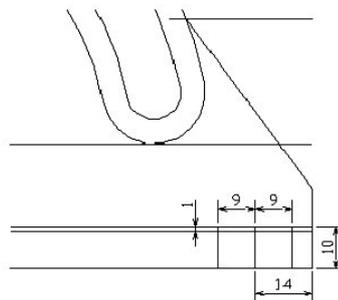

Figura 8 - Utilização do comando *OFFSET* para fazer o furo da base.
35. Entre no comando *OFFSET*. Forneça a distância 14 (eixo do furo) e selecione a linha que constitui o lado direito da peça. Em seguida, clique com o botão esquerdo do mouse em qualquer região da área de trabalho do lado esquerdo da linha selecionada. Saia do comando *OFFSET* (figura 8).
36. Entre no comando *OFFSET* (ou pressione a barra de espaços). Forneça a distância 9 (raio do furo – parte superior da base) e selecione a linha que foi desenhada no passo anterior. Em seguida, clique com o botão esquerdo do mouse em qualquer região da área de trabalho do lado esquerdo da linha selecionada. Depois, selecione novamente a linha desenhada no passo anterior e clique agora, com o botão esquerdo do mouse, em qualquer região da área de trabalho do lado direito da linha selecionada. Saia do comando *OFFSET* (figura 8).
37. Entre no comando *OFFSET* novamente, forneça a distância igual a 1 (um) e selecione a linha que constitui a parte superior da base da peça. Clique na parte inferior da peça e depois saia do comando *OFFSET* (figura 8).